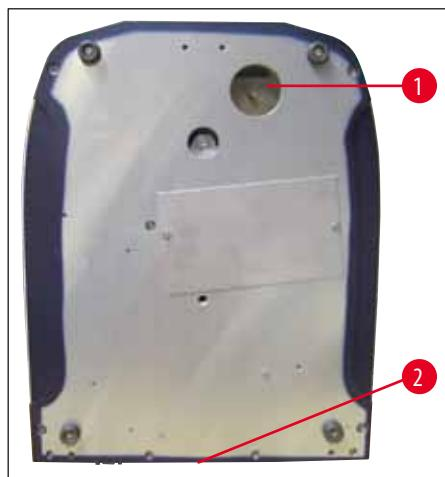

Рис. 7
- Нижняя сторона прибора (Рис. 7)
- Подсоедините сливной шланг (Рис. 7) к нижней стороне прибора (Рис. 7-1).